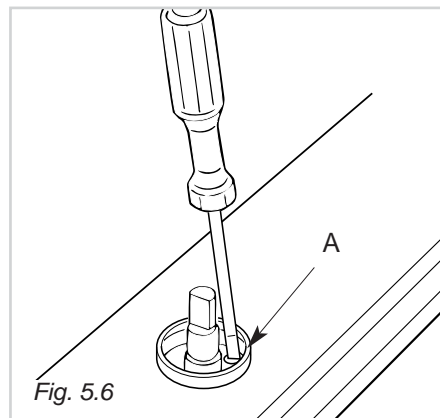

Fig. 5.6
**Per i rubinetti con vite di regolazione sul corpo (fig. 5.6):**